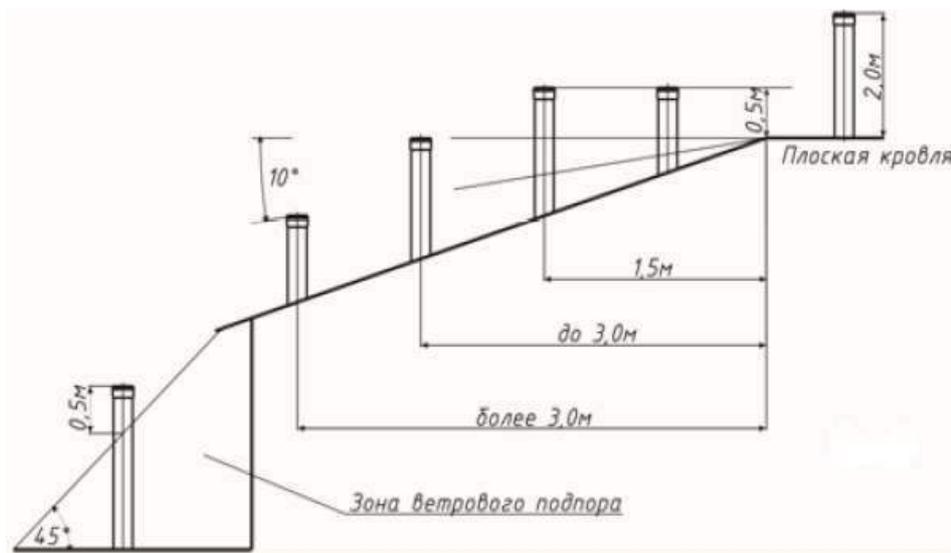

Рисунок 6 - Вылет трубы дымовой трубы в зависимости от конструкции кровли
18.15 Для получения нормального режима горения топлива и создания тяги необходимо иметь прямую дымовую трубу. В случае необходимости допускается прокладывать горизонтальные газоходы (борова) длиной не более 1,5 м. Высоту дымовой трубы над крышей (в зависимости от расстояния ее до конька крыши) рекомендуется выполнить как показано на рис. 6.